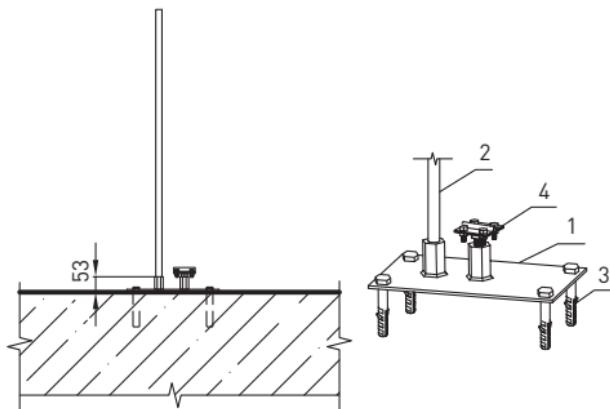

Рис. 3 – Схема установки молниеприемника с использованием мини-подставки
5.4.1 Установка на плоской кровле молниеприёма высотой 1–4 м с использованием мини-подставки (Рисунок 3, Таблица 2)